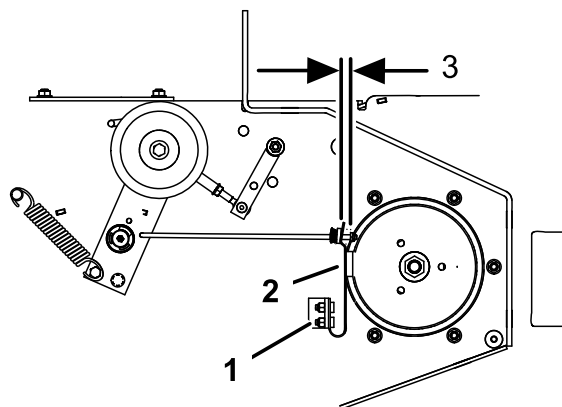

Figure 54
3. Le cas échéant, ajustez les boulons de fixation de ressort de sorte que la plaquette de frein de lame frotte contre les deux côtés de la gorge de la poulie (Figure 54).
4. Ajustez l'écrou à l'extrémité de la tige de frein jusqu'à ce que l'écrou et l'entretoise soient espacés de 3 à 5 mm (1/8 à 3/16 po) (Figure 54).
1. Retirez le contre-écrou, le boulon, le ressort et l'entretoise qui fixent le déflecteur aux supports de pivot (Figure 54).
Remarque: Prenez soin de placer une extrémité en **J** du ressort derrière le bord du tablier avant de mettre le boulon en place, comme illustré à la Figure 54.
- Accrochez une extrémité en **J** du ressort au déflecteur d'herbe (Figure 54).